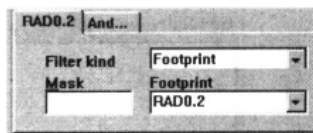

图 10-67 规则范围设置为指定封装
- **Footprint:** 指定封装。选择此项后，规则适用范围为指定的封装，可在 Footprint 下拉列表中选择引脚名称，如图 10-67 所示。